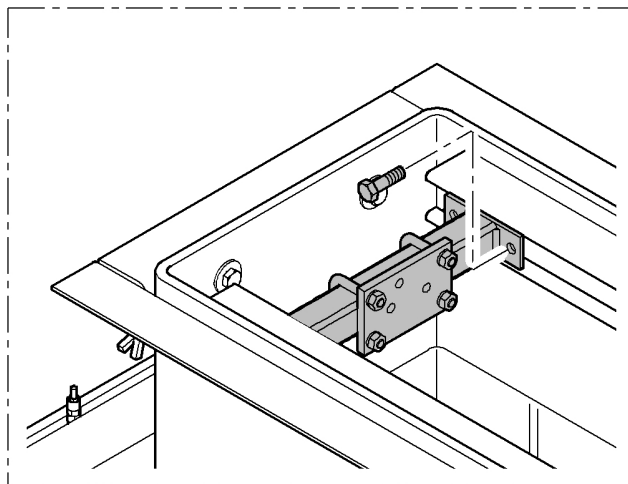

Fig. 7
- Fixar as barras estabilizadoras às guias do escoadouro por meio dos pinos de ancoragem. (Fig. 7)